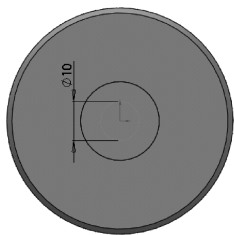

图 12-4 绘制草图并标注尺寸 1
3) 单击旋转凸台 1 特征下表面台阶面，使其成为草图绘制平面。单击【标准视图】工具栏中的 （正视图于）按钮，并单击【草图】工具栏中的 （草图绘制）按钮，进入草图绘制状态。使用【草图】工具栏中的 （圆弧）、（智能尺寸）工具，绘制如图 12-4 所示的草图。单击 （退出草图）按钮，退出草图绘制状态。